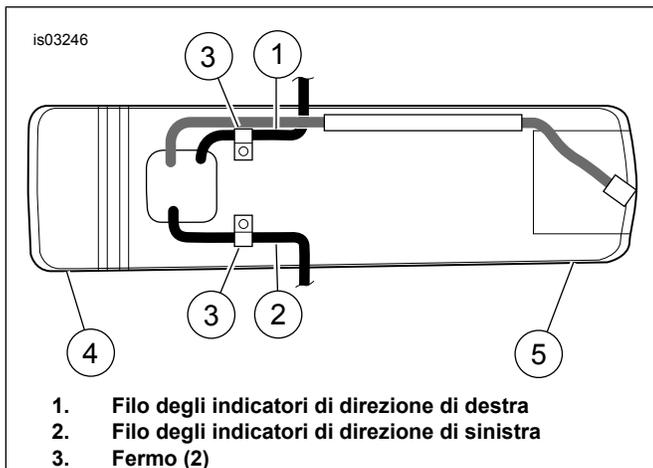

Figura 4. Fili e fermi degli indicatori di direzione (visti dal basso all'interno del parafango posteriore)
6. Vedere Figura 4. Staccare il cablaggio degli indicatori di direzione (1, 2) dai fermi (3) sotto la parte posteriore del parafango.
3. Vedere Figura 4. Fissare con un fermo il cablaggio dell'indicatore di direzione all'interno del parafrangente posteriore.